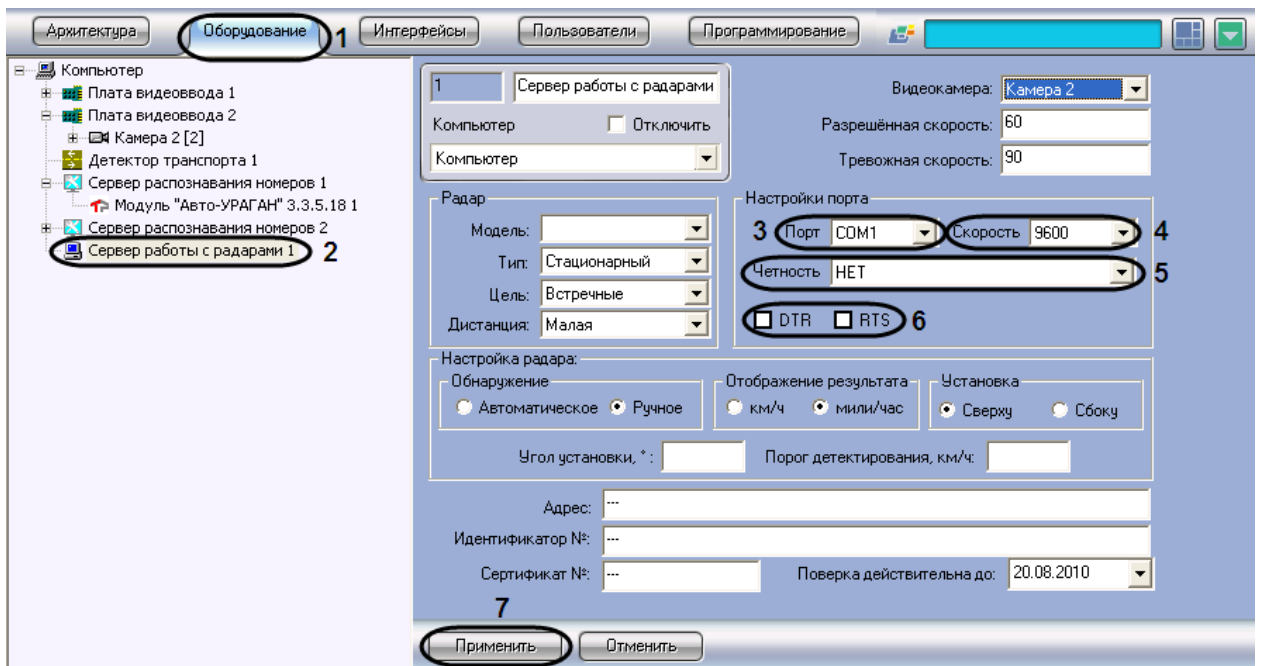

Рис. 7.3-1. Панель настроек объекта «Сервер работы с радарными»
1. Перейти во вкладку «Оборудование» диалогового окна «Настройки» программы «Авто-Интеллект» (см. Рис. 7.3-1, 1).
2. В дереве объектов на вкладке «Оборудование» выбрать объект «Сервер работы с радаром», соответствующий настраиваемому программному модулю «Радар» (см. Рис. 7.3-1, 2). В правой части вкладки «Оборудование» отобразится панель настройки выбранного объекта.
3. Из списка «Порт» выбрать номер последовательного (COM) порта подключения устройства «Радар» (см. Рис. 7.3-1, 3).
4. При необходимости изменить параметры скорости обмена данными между сервером и устройством «Радар» (см. Рис. 7.3-1, 4).
5. При необходимости изменить параметры режима контроля четности битов при обмене данными (см. Рис. 7.3-1, 5)
6. В том случае, если устройство «Радар» являются пассивным (т.е. питание не подается независимым образом) необходимо активировать питание устройств «Радар» через выходы последовательного (COM) порта DTR или RTS. Данная операция выполняется путем установки флажков «DTR» или «RTS» (см. Рис. 7.3-1, 6).
7. Нажать кнопку «Применить» для сохранения всех изменений (см. Рис. 7.3-1, 7).